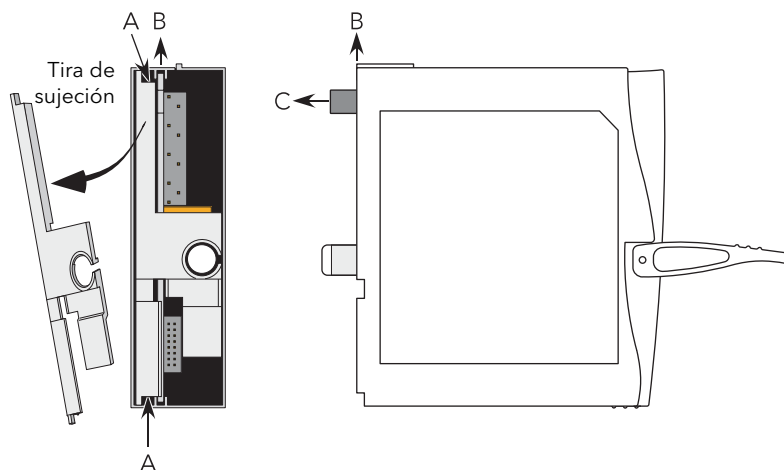

Figura 2.3.14d Retirada de la placa de relés del módulo
2. Con la palanca de bloqueo del módulo en la posición abierta*, use un destornillador pequeño insertado en los puntos 'A' (figura 2.3.14d), para extraer con suavidad la tira de fijación de la carcasa del módulo.